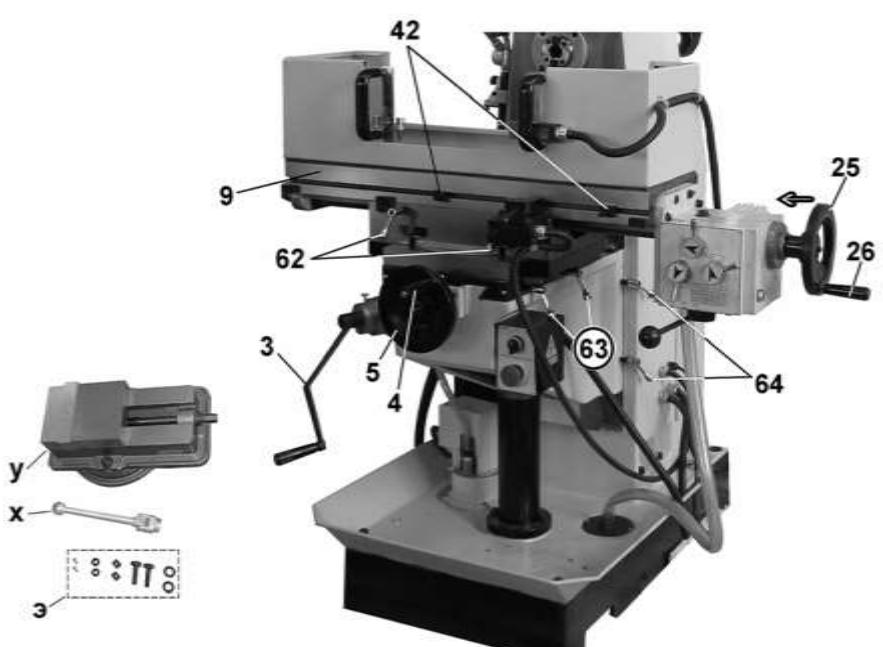

Рис. 10
- опустить в нижнее положение рабочий стол (9);
- ослабить гайку (67), аккуратно снять серьгу (35);
- ослабить (на 1-2 оборота) четыре гайки (70);
- хобот (21) повернуть на 180°, строго на отметку (0) по шкале (71) и указателю (72). Положение закрепить четырьмя гайками (70);
- ручками (74) ослабить фиксированное положение хобота (21) на сапазах (69);
- снимите рукоятку (3), Рис.10 и установите её в положение рукоятки (73) для перемещения хобота (21), выдвиньте хобот (21) и ручками (74) зафиксируйте в крайнем положении;
- в сквозное отверстие шпинделя (22) вставьте шпильку горизонтального шпинделя (б) «короткий шомпол»;
- в конус шпинделя (22), ориентируясь на замок, установите оправку (г) или (д). Вкручивая шомпол (б) в резьбовой хвостовик, надёжно закрепите установленную оправку (66);
- на оправке (66) установите фрезу (не комплектуется), при установке фрезы не забывайте устанавливать шпонку;
- установите и зафиксируйте гайкой (67) серьгу (35) в положении, когда шлифованная втулка оправки (66) полностью находится в бронзовой втулке (34).